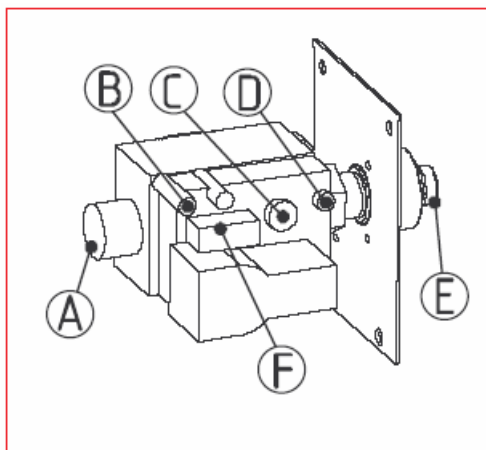

Рис. 24
- При переходе на другой тип газа единственной деталью, подлежащей замене, является жиклер (на рис. 24).